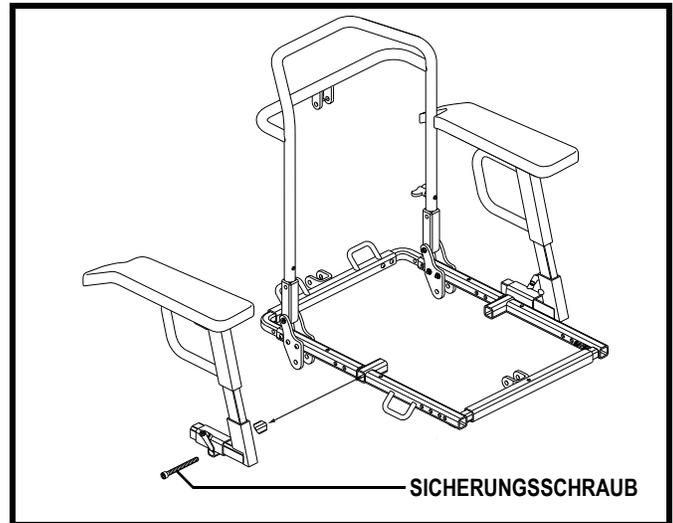

Abb. 16. Einstellung des Armlehnenabstandes
1. Lösen Sie die Sicherungsschraub, die sich auf dem Boden der Führungsschiene der Armlehne befinden. **Siehe Abbildung 16.**